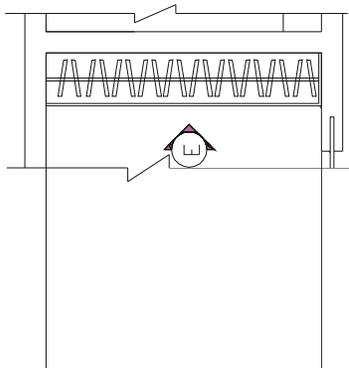

图 8-1-62
**STEP 01** 使用 TRIM 整理出局部的平面图，并使用绘制直线命令 LINE 绘制出立面图的边线如图 8-1-62 所示。